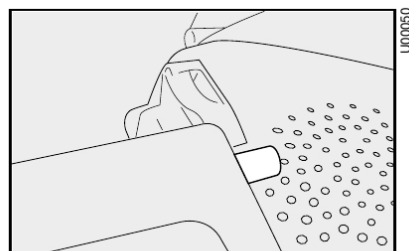

fig. 65
- 2) Retire o pino guia do bagagito da sua sede fig. 65 e remova-o.